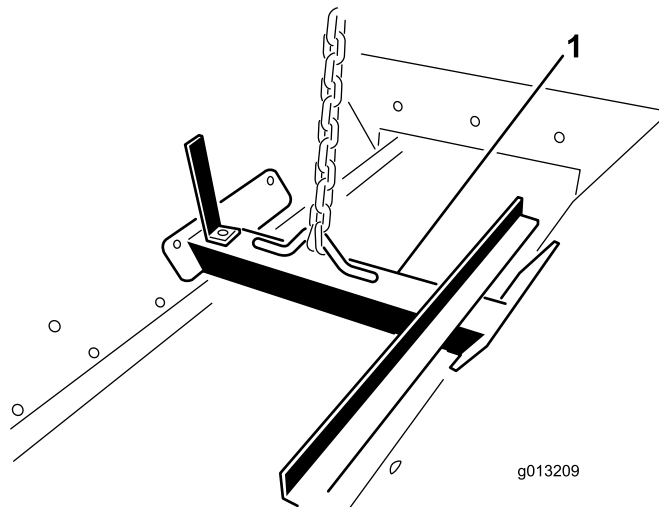

Figure 13
1. Fixez un dispositif de levage au support de levage boulonné à l'intérieur de la trémie (Figure 13).